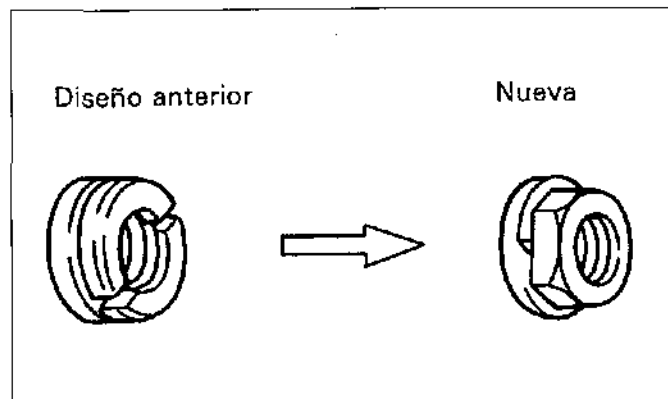
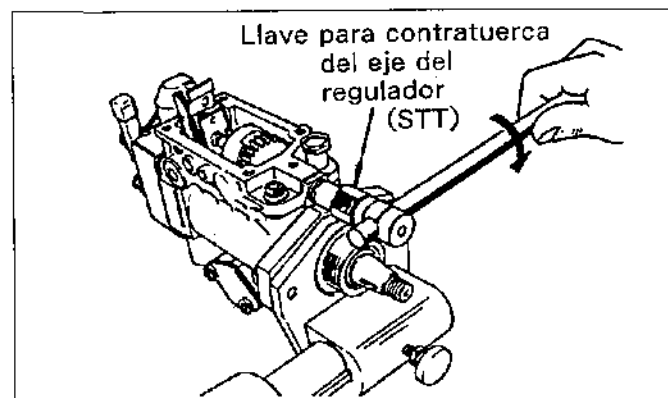
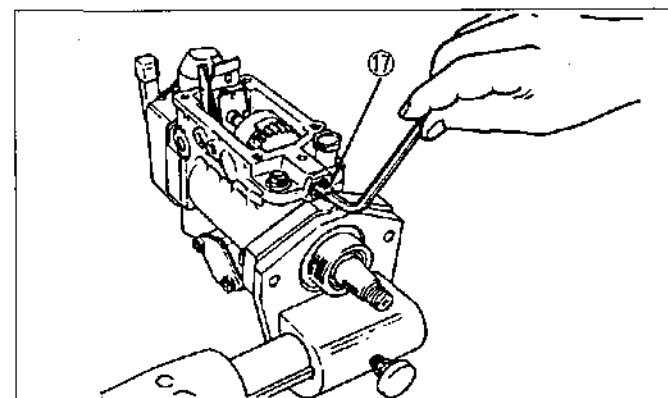

Figura.12-6 Contratuerca del eje de regulador
Figura.12-7 Contratuerca del eje del regulador
Figura.12-8 Desmontaje del regulador ②
(1) Con la bomba montada como se muestra en la figura.12-7, extraiga la contratuerca del eje del regulador usando la llave de contratuercas del eje del regulador para la contratuerca de diseño anterior, o una llave tubular normal para la contratuerca de nuevo diseño (vea la figura.12-6). Luego, extraiga el eje del regulador ⑰ como se muestra en la figura.12-8.